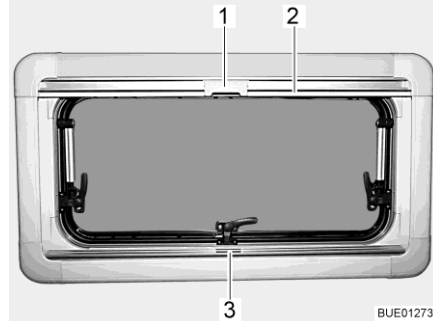
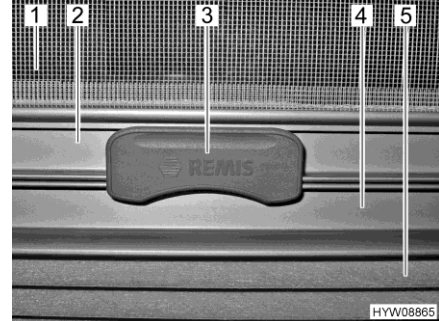

Fig. 14 Ventana abatible
Fig. 15 Cierre
Estor plegable El estor plegable (Fig. 15,5) se encuentra en la caja de la persiana inferior.
- Sujetar el estor plegable por el centro del agarradero (Fig. 14,3 y Fig. 15,4), tirar de abajo a arriba y soltarla a la altura deseada. El estor plegable se queda fijo a esta altura.
Mosquitera enrollable La mosquitera enrollable (Fig. 15,1) se encuentra en la caja de la persiana superior.
- Tirar del agarradero de la mosquitera enrollable (Fig. 14,2 y Fig. 15,2) hacia abajo hasta que choque con el agarradero del estor plegable (Fig. 15,4).
- Bloquear el cierre (Fig. 14,1 y Fig. 15,3) de la mosquitera enrollable con el agarradero del estor plegable. Si el cierre está bloqueado, el estor plegable y la mosquitera enrollable podrán ser ajustados juntos.
- Presionar la parte superior del cierre (Fig. 15,3) de la mosquitera enrollable.
- Regresar la mosquitera enrollable lentamente en el agarradero (Fig. 14,2).